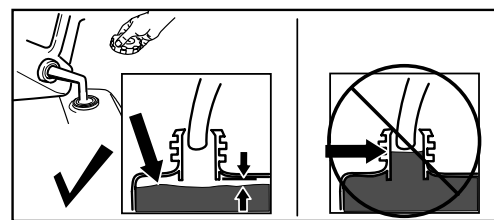

Figure 13
Ne remplissez le réservoir de carburant au-dessus de la base du goulot de remplissage (Figure 13).
- Retirez l'obstruction de la goulotte ; voir Dégagement de la goulotte d'éjection \(page 15\). Le cas échéant, dégagez la goulotte à l'aide de l'outil de nettoyage, jamais avec la main. Figure 13